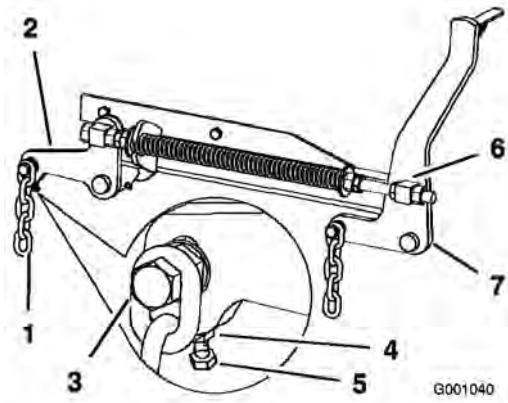

Figure 66
7. Si la distance mesurée au point **B** ou **C** n'est pas correcte, desserrez le boulon de fixation de la chaîne arrière au bras de support arrière (Figure 66).
8. Desserrez l'écrou de blocage sous le bras de support arrière et agissez sur le boulon de réglage de manière à obtenir une distance de 79 à 83 mm (3-1/8 à 3-1/4 pouce) (Figure 66).
7. Desserrez d'environ 13 mm (1/2 pouce) les écrous de blocage à l'avant des pivots avant gauche et droit (Figure 66).
8. Réglez les écrous de relevage sur les côtés gauche et droit de la machine de manière à abaisser l'avant de 6 à 10 mm (1/4 à 3/8 pouce) au point **A** par rapport au point **B** à l'arrière (Figure 66).